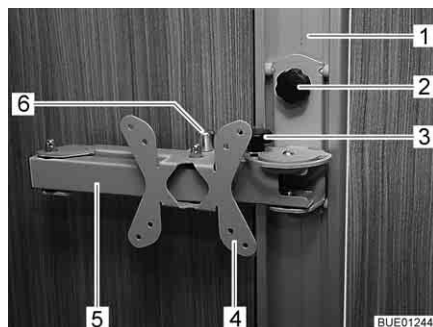

Fig. 54 Supporto su guida
- Svitare la vite ad aletta (Fig. 54,2) e spostare il supporto (Fig. 54,4) nella guida (Fig. 54,1) fino all'altezza desiderata.
- Svitare le viti ad aletta (Fig. 54,3).
- Tirare il bottone di sbloccaggio (Fig. 54,6). Il braccio snodato (Fig. 54,5) è sbloccato.
- Stringere di nuovo la vite ad aletta (Fig. 54,3).
- Svitare la vite ad aletta (Fig. 54,3).
- Ruotare lo schermo piatto all'indietro nella sua posizione iniziale, finché non si sente il braccio snodato (Fig. 54,5) innestarsi nel bloccaggio.
- Svitare la vite ad aletta (Fig. 54,2), portare il supporto (Fig. 54,4) all'altezza desiderata e stringere di nuovo la vite ad aletta.